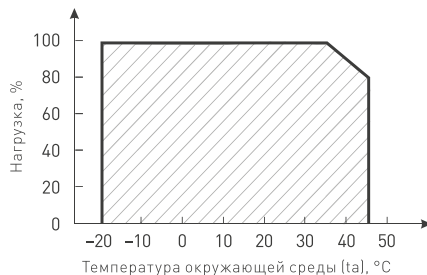

Рис. 2. Максимальная допустимая нагрузка, % от мощности источника
- 4.4. Не нагружайте источник питания более 80% от его максимальной мощности. Учитывайте, что с повышением температуры окружающей среды максимальная мощность источника питания снижается, см. график зависимости на рис. 2.